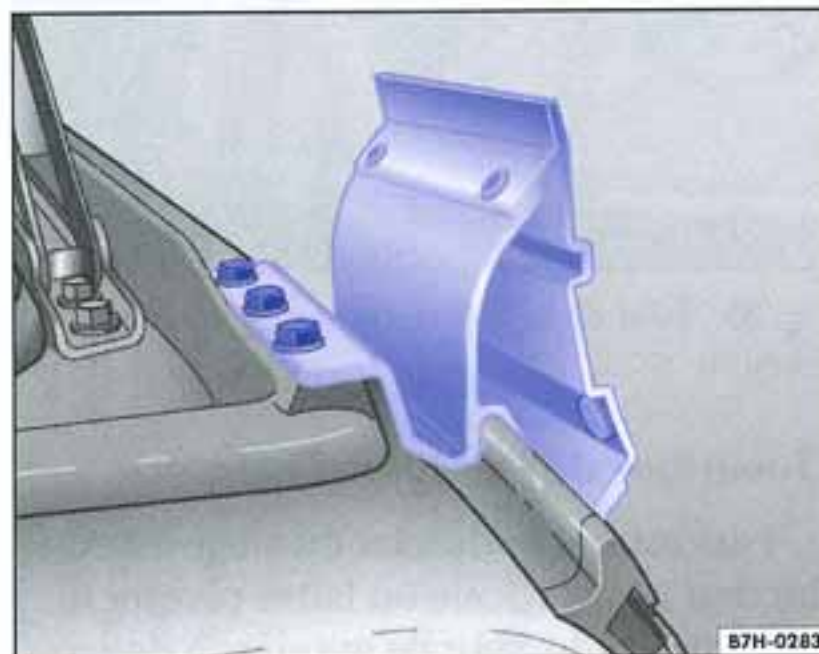

Fig. 35 Trois vis (supérieures) dans le support de marquise
- Dévissez ensuite les trois vis supérieures du premier support ⇒ fig. 35.